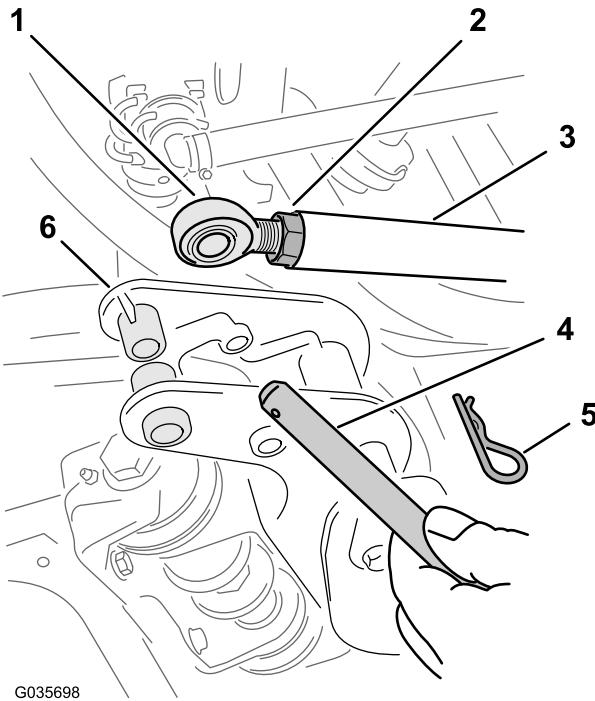

Figura 7
2. Nelle staffe orientabili delle sezioni delle barre esterne, rimuovete la coppia e il perno con testa che fissano l'estremità dell'asta del cilindro di sollevamento alla staffa orientabile (Figura 7).
5. Allentate i controdadi alle estremità delle aste per ciascun cilindro di sollevamento (Figura 7).
6. Regolate l'estremità dell'asta per le estremità dei cilindri di sollevamento fino a quando il foro nell'estremità dell'asta non si allinea con i fori nelle staffe orientabili per le sezioni delle barre (Figura 7).
8. Fissate le coppiglie alle staffe orientabili con le coppiglie a forcina (Figura 7) rimosse al passaggio 2.
9. Serrate il controdado di ciascun'asta fino a quando i dadi non sono comodamente in sede (Figura 7).